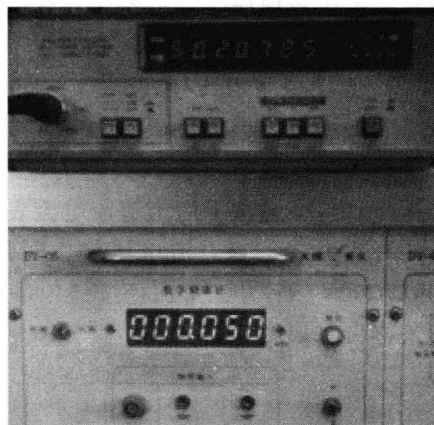

图 1-20 函数信号发生器和频率计的连接
(1) 如图 1-20 所示,打开信号发生器及频率计电源,频率计开关选择“内测”,分别调节信号发生器,输出 500Hz、1200Hz、5kHz、20kHz 信号。
(2) 调节信号发生器输出为正弦波,频率为 1kHz,连接电压表,输出 24mV、180mV、500mV、1.8V、6.3V、8.5V 信号。